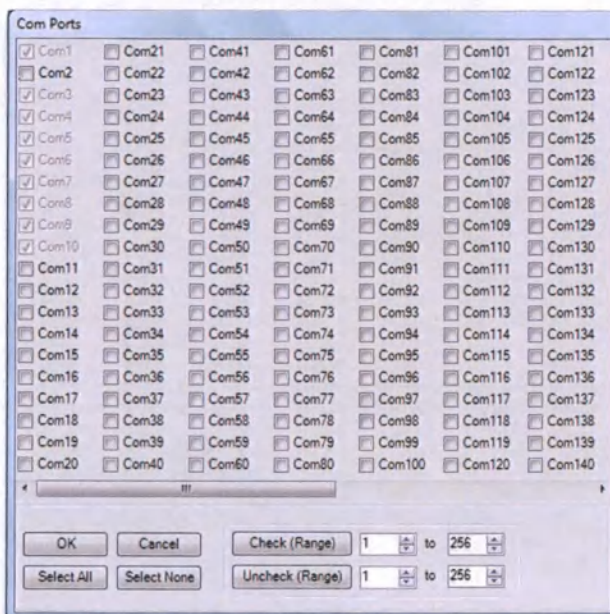

Рис. 86
Откроется диалоговое окно. См. Рис. 86.
6. В диалоговом окне (см. Рис. 86) можно отметить, какие COM-порты на целевом ПК должны использоваться программой «CPR Manager» в качестве виртуальных COM-портов для аппаратов. После отметки необходимых COM-портов необходимо подтвердить выбор кнопкой ОК.